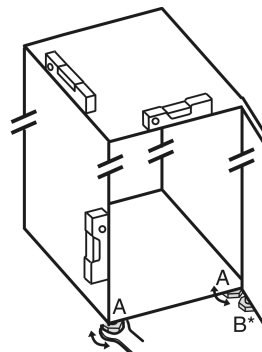

Fig. 6
- ▶ Seřizovací nožky Fig. 6 (A) vyšroubujte pomocí přiloženého vidlicového klíče a pomocí vodováhy, dokud nebude spotřebič pevně vyrovnaný.
- Seřizovací nožku Fig. 6 (B) na stojanu ložiska vytáchejte pomocí přiloženého vidlicového klíče, až dosedne na zem.
- Seřizovací nožku Fig. 6 (B) otáčejte dál o 90°.